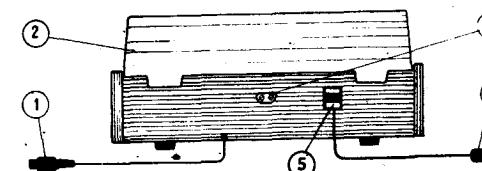

Рис. 2. Вид электропроигрывателя сзади.
- в) вкрутите винты, находящиеся в ЗШе, в заднюю стенку электропроигрывателя (см.рис.2 поз.3), затем вставьте выступы крышки поз.2 рис.2 в пазы шарнирного устройства, расположенного на задней стенке корпуса, и в случае неустойчивого верхнего и нижнего положения ее, подрегулируйте винтами поз.3 рис.2.
Вилку шнура питания поз.4 рис.2 включите в розетку электросети.
Вилку выходного кабеля поз. I рис.2 включите во входную розетку